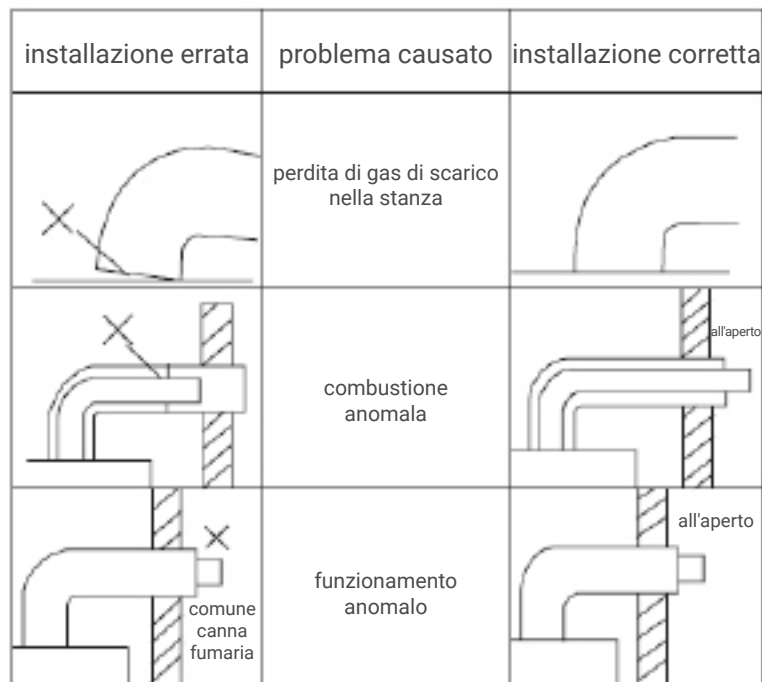

Fig. 13
- L'installazione della canna fumaria deve essere corretta, altrimenti i gas di scarico torneranno indietro e saranno pericolosi. (Fig. 13).